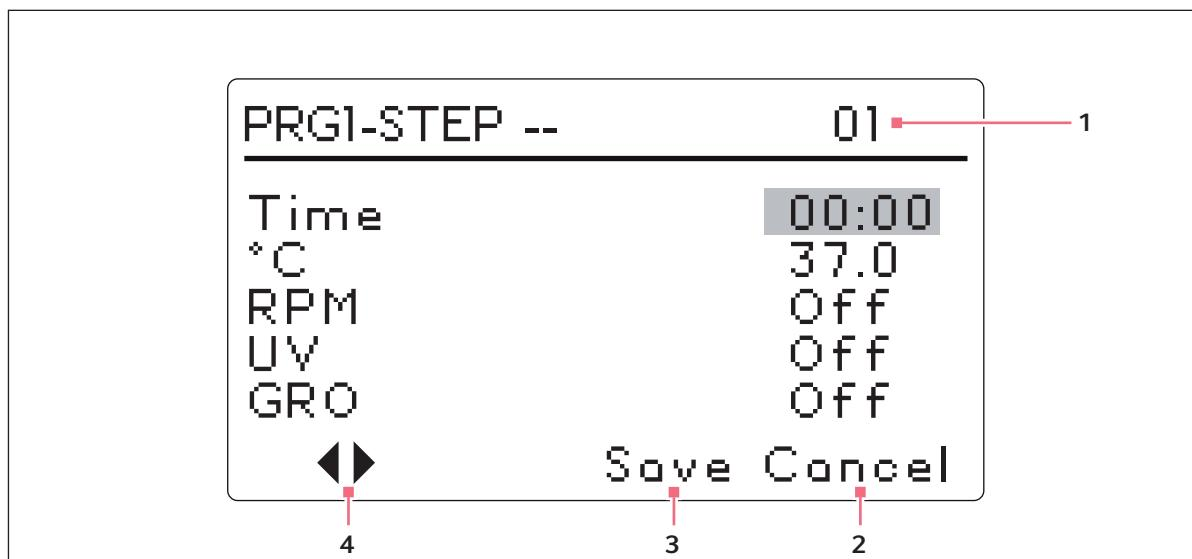

Fig. 5-12: Programa 1, Passo 1
2. Rode o botão de comando até o campo indicar **New**. Pressione o botão de comando para selecionar este modo. Abre a tela para Programa 1 - Passo 1 (aqui Fig. 5-12 na pág. 56):